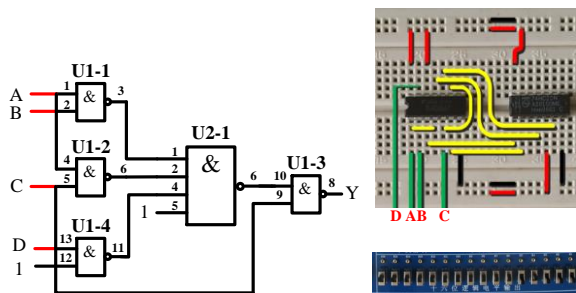

图 13 连接输入信号
- 5、**连接输入信号**，将输入信号 A、B、C、D 对应管脚，用一头直一头弯的丁字线，与实验箱上的逻辑电平开关连接，如图 13 所示